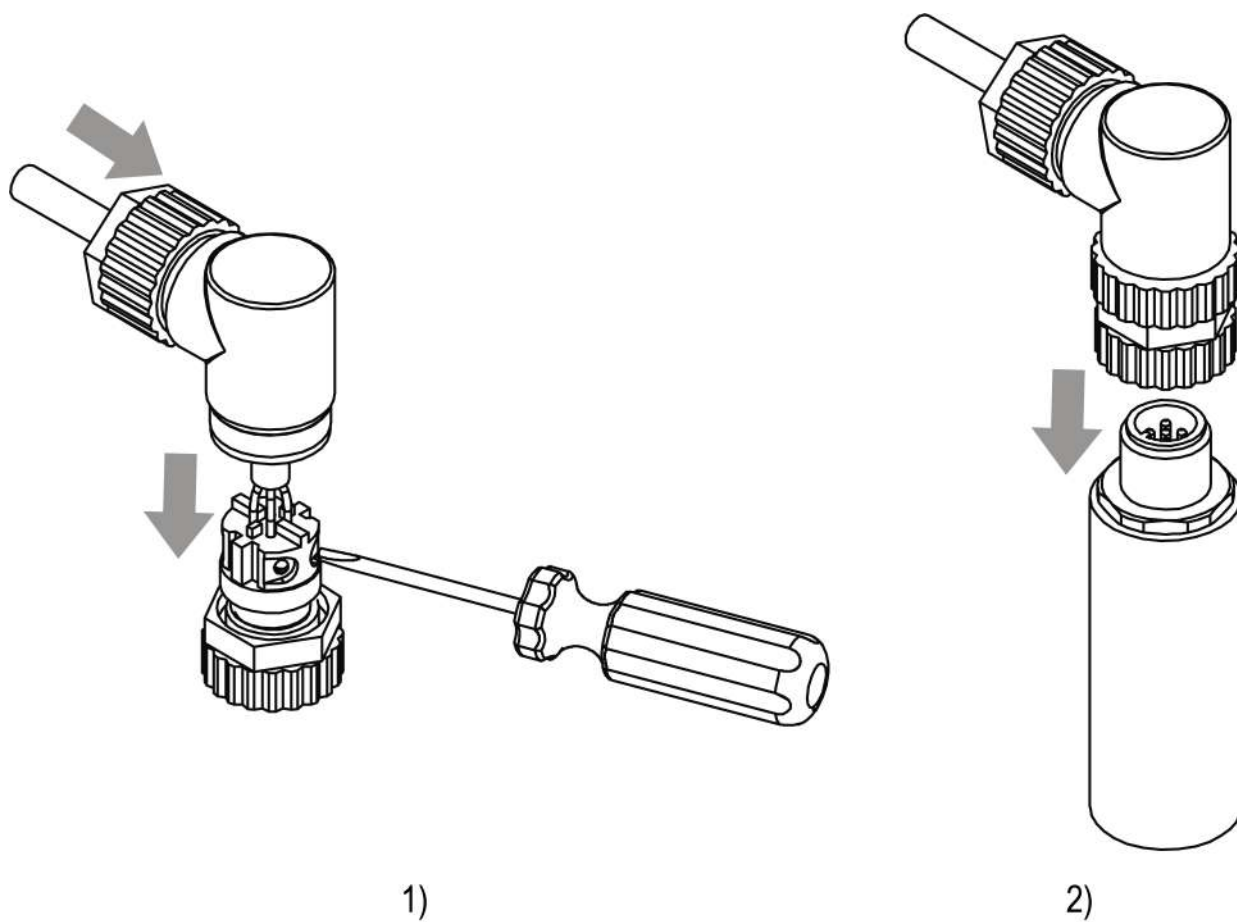

Рисунок 5.2 – Монтаж проводов
1. Открутить нижнюю часть коммутационного разъема (см. рисунок 5.2, 1);